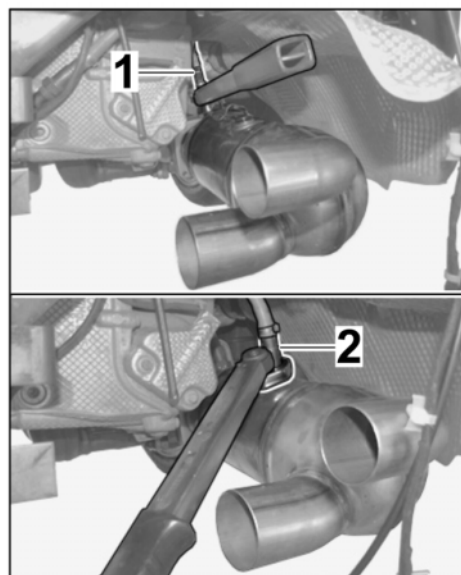

Bild 30
- 7.2 Lambdasonden vor Katalysator $\Rightarrow$ Bild 30 -1- und nach Katalysator $\Rightarrow$ Bild 30 -2- am Katalysator rechts einbauen.